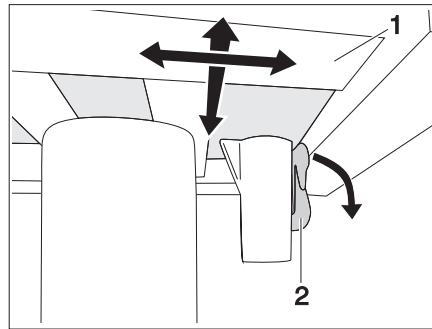

Bild 105 Arretierung Einsäulentisch (verriegelt)
- Arretierhebel (Bild 105,2) nach unten drücken.
- Tischplatte (Bild 105,1) in die gewünschte Position verschieben.
- Arretierhebel (Bild 105,2) wieder nach oben drücken.